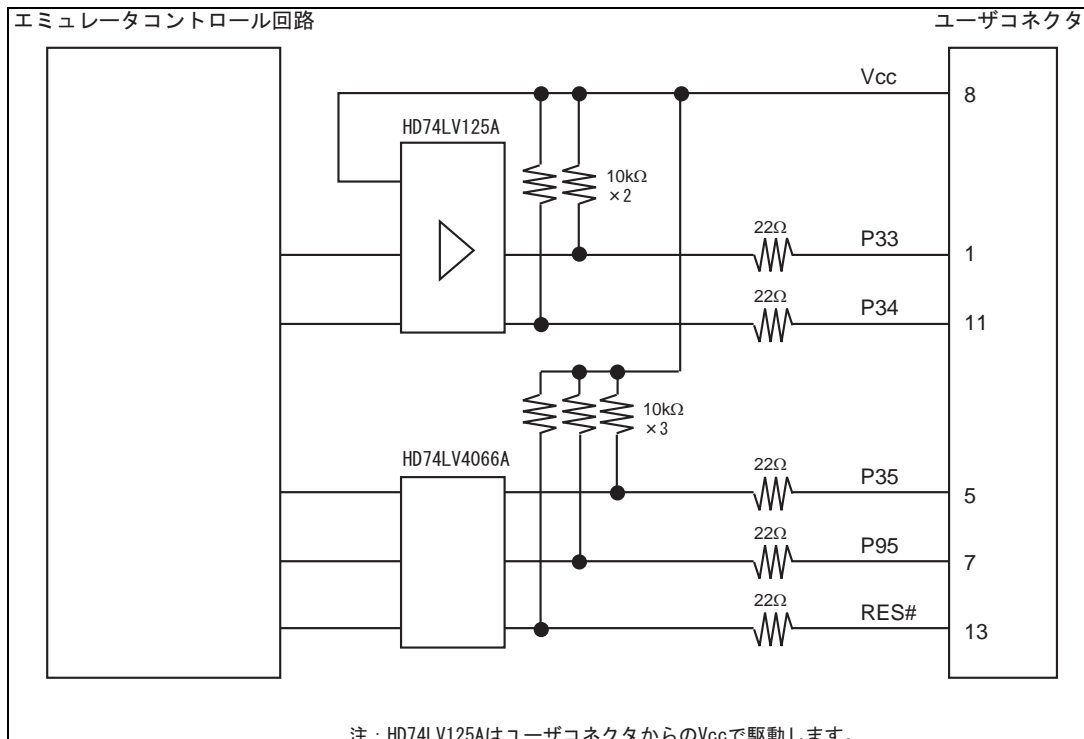

図 3.5 エミュレータ内インタフェース回路 (参考)
7. 図3.5にエミュレータ内インタフェース回路を示します。プルアップ抵抗の値などを決定するときに参考にしてください。